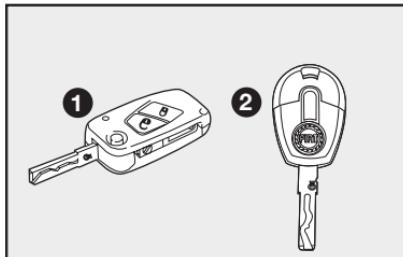

fig. 1
- Dos llaves **1**-fig. 1 o **2**-fig. 1.
La llave **1** o **2**-fig. 1 es usada para:
- Apertura y cierre de las puertas por medio del mando a distancia (llave **1**-fig. 1)